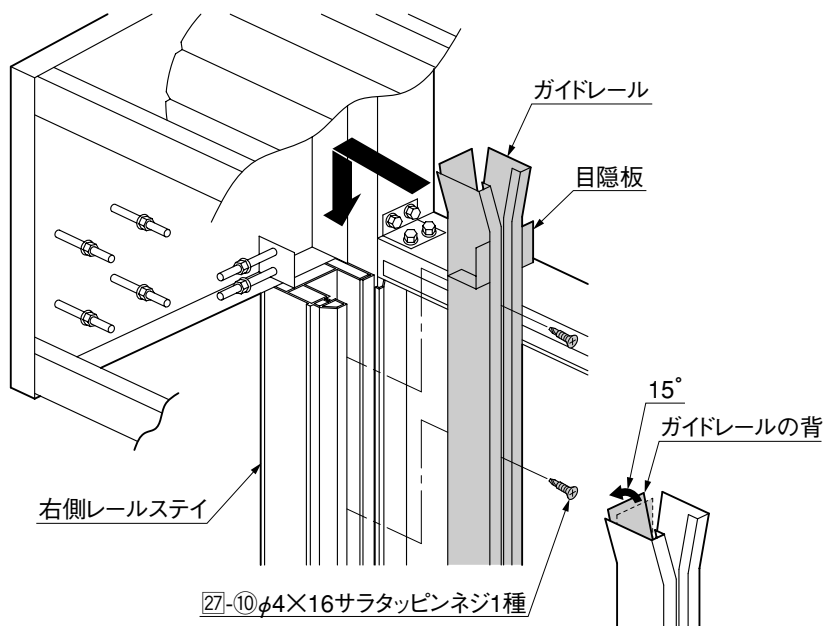

図8-1
- ① スラットは巻取った状態のままにしておいてください。
- ② ガイドレールの背を約15°開いてください。(図8-1参照)
- ③ ガイドレールを左右のレールステイにはめ込み、レールステイ上端とガイドレールの目隠板の間にすき間がないように押下げてください。
- ④ 27-10を使用してガイドレールをレールステイに取付けてください。